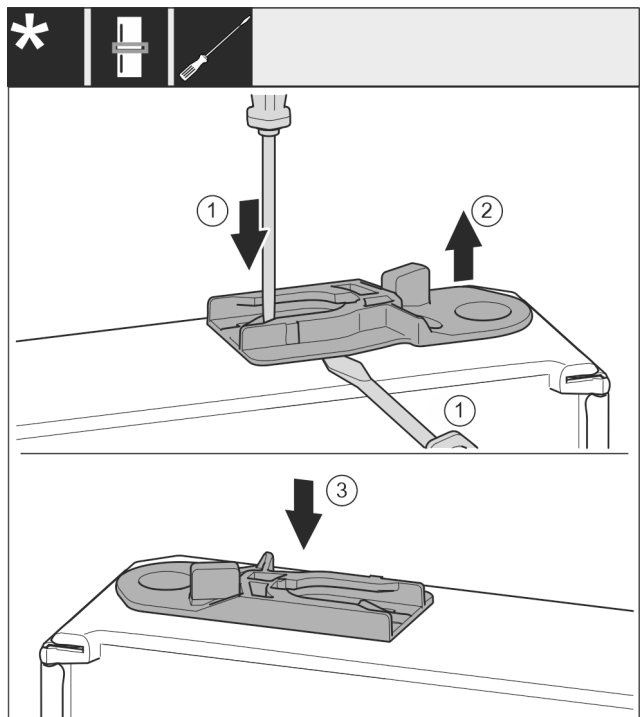

Fig. 34
- ▶ Извлеките направляющее гнездо: прижмите накладку Fig. 34 (1) шлицевой отверткой и одновременно переместите ее шлицевой отверткой под направляющее гнездо Fig. 34 (2).
- ▶ Вставьте входящее в комплект поставки направляющее гнездо Fig. 34 (3) на другой стороне корпуса.